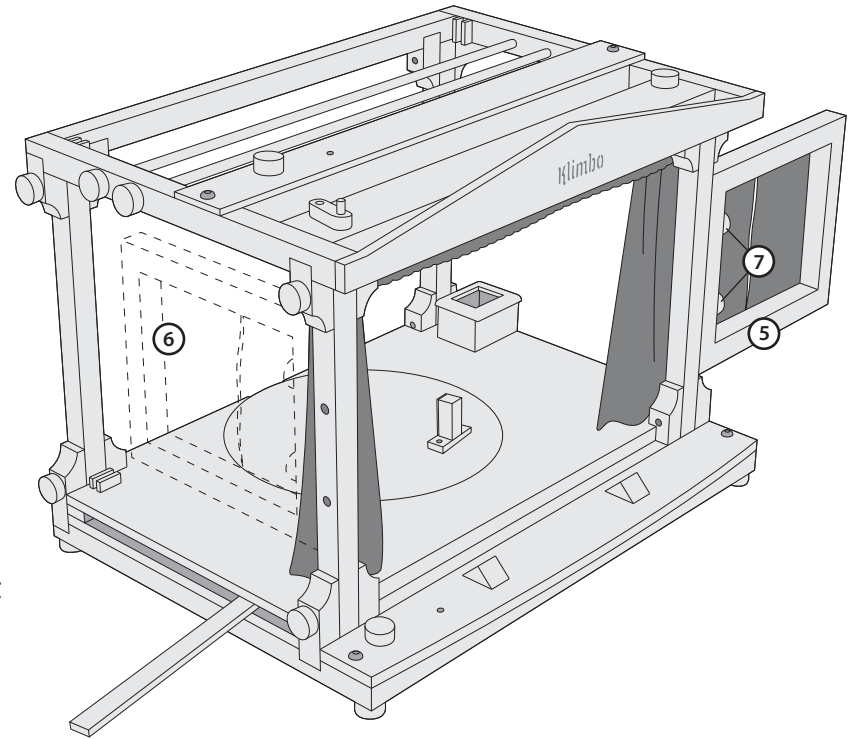

Abbildung 3
Die Flügel (5) und (6) werden durch ihre Schlüssel (7) zur Konstruktion befestigt. In offener Lage verstecken sie Flügel die Hände der Schauspieler, die die Puppen bewegen. Wenn das Theater nicht verwendet wird, können die Flügel geschlossen werden. *Abbildung 3*